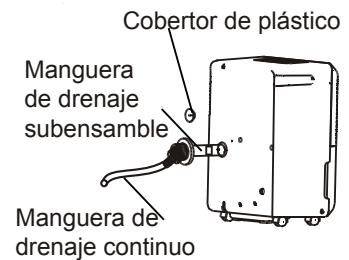

Imagen 13.
- Retire la manguera de drenaje continuo y el subensamblaje de la manguera del drenaje de la unidad. Instale el cobertor de plástico en la salida de la manguera de drenaje continuo de la unidad utilizando dos tornillos (consulte Imagen 13).